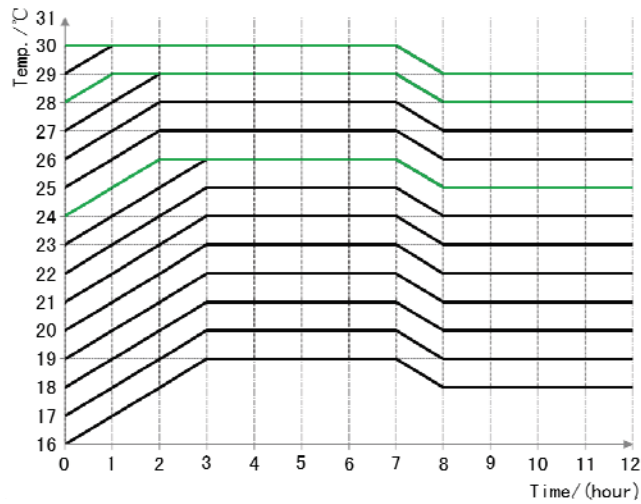

Fig.14 Curva funcion sueño en modo FRIO
- . En modo Frio, si la función sueño es activada, el rango de seteo de la temperatura puede ser 16~23°C, 24~27°C, 28~29°C or 30°C. Dependiendo de la curva como se detalla en la Fig.14.